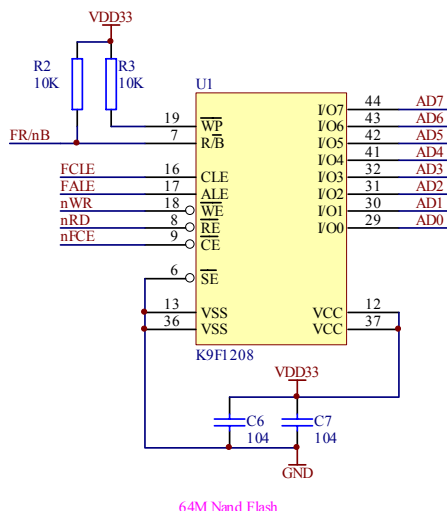

图 17 NAND Flash 芯片电路图
7) FLASH 芯片接口引脚：FALE (P5.2)、nFCE (P5.3)、FCLE (P5.1)、FR/nB (P5.0)。除此之外还有读写控制 nWR、nRD 以及 8 数据线 AD0~AD7 接到 FLASH 芯片。这部分电路如图 17 所示。